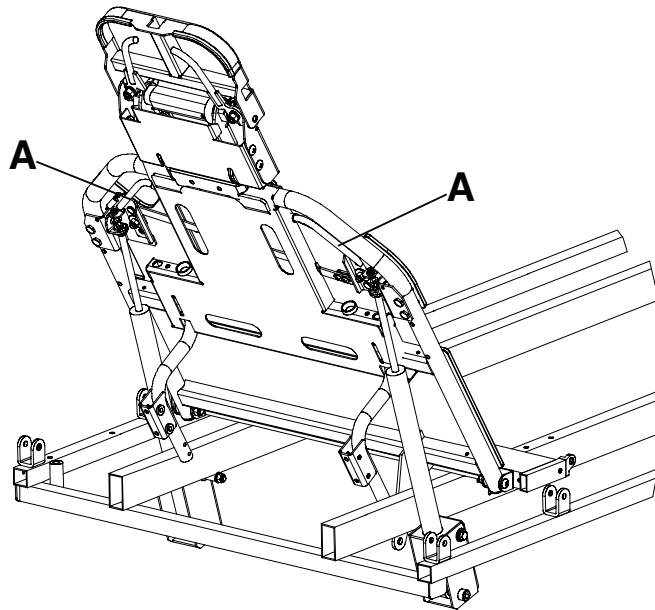

Abbildung 3 – Rückenlehne (Fowler)
Zum Anheben der Rückenlehne (Fowler) die Entriegelungsgriffe (A) der Rückenlehne (Fowler) drücken und die Rückenlehne (Fowler) in die gewünschte Position hochziehen (Abbildung 3).
Zum Absenken der Rückenlehne (Fowler) die Entriegelungsgriffe (A) der Rückenlehne (Fowler) drücken und die Rückenlehne (Fowler) nach unten in die gewünschte Position schieben (Abbildung 3).